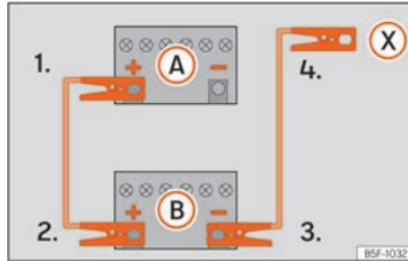

Fig. 42 Esquema de conexión para vehículos sin sistema Start Stop.
vehículo con la batería descargada **A** »» **fig. 42.**
- 4a. *En los vehículos sin sistema Start-Stop:* emborne un extremo del cable negro de emergencia al polo negativo **-** del vehículo que suministra la corriente **B** »» **fig. 42.**